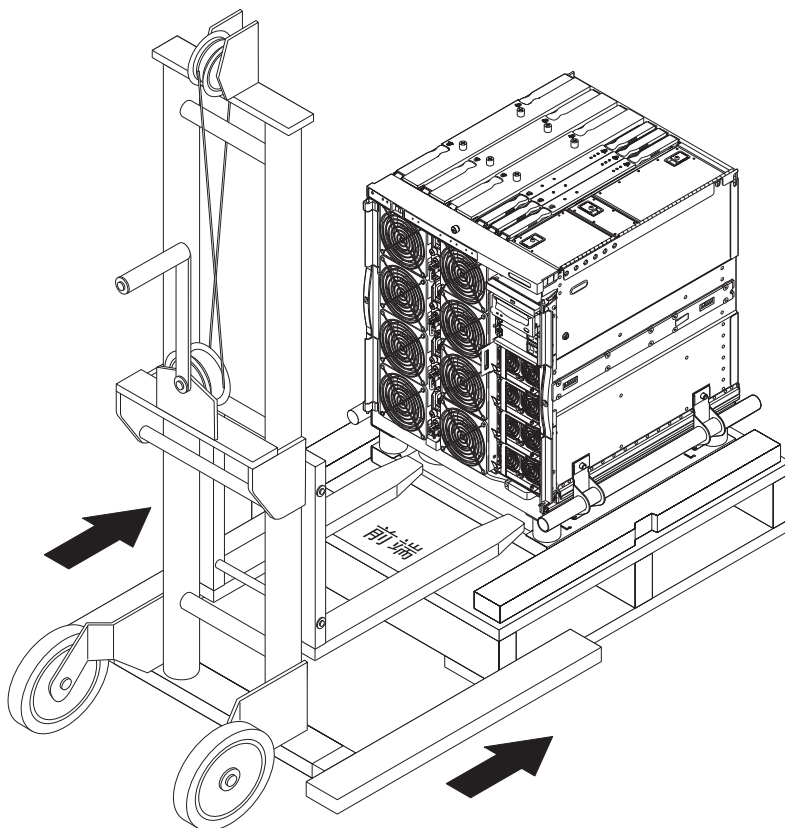

图 1-8 将起重设备插入装运底座
2. 将起重设备的起重叉完全插入装运底座下面的开口（图 1-8）。